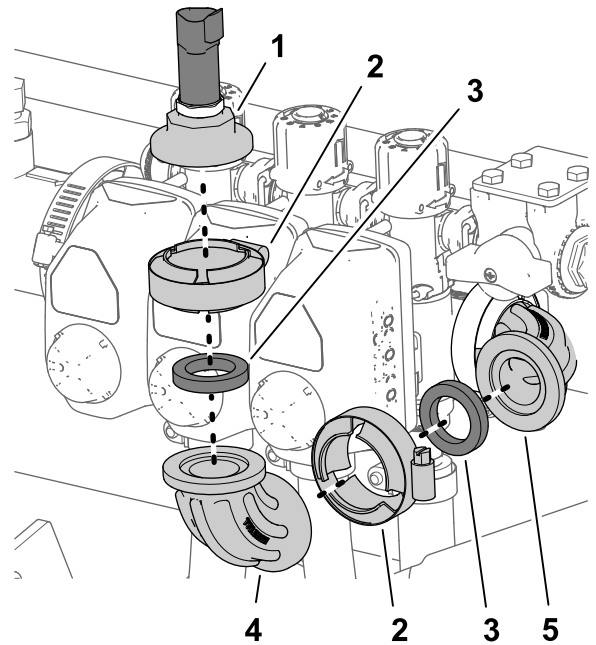

图 31
1. 拆下将多通接头帽、压力传感器和垫片固定到右喷洒臂段阀端部的 90 度弯头的法兰夹具然后取下接头帽、传感器和垫片图 31。
2. 卸下法兰夹具、90 度弯头非多通和多通 90 度弯头上的垫片图 31。
3. 将接头帽和垫片与右喷洒臂段阀端部的 90 度弯头对齐图 31。
4. 用法兰夹具将接头帽和垫片固定至 90 度弯头图 31。